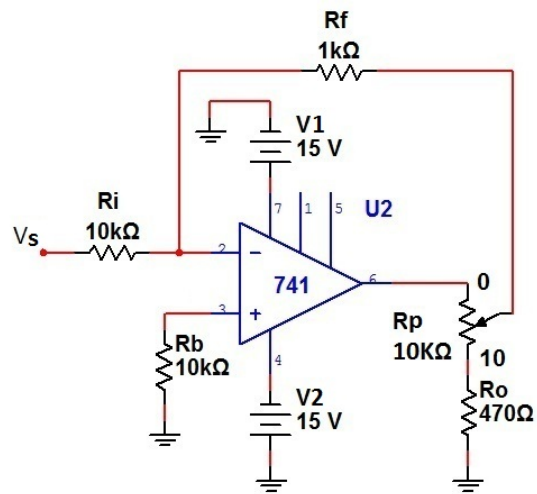

Figura 14. Esquema: Método padrão de ajuste.
- Montar o circuito conforme o diagrama esquemático da figura 14 com  $R_f = 1,0k\Omega$ . Por não haver no laboratório potenciômetros de  $4,7k\Omega$ , utilize um potenciômetro de  $10k\Omega$  para fins de constatação, observando que as relações de ganho máximo e mínimo não serão mais as mesmas.